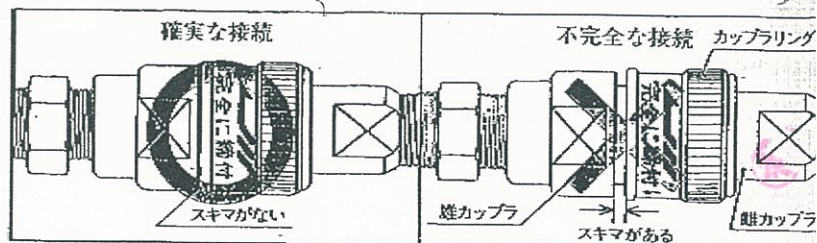

図4
4.2 カップラの接続は確実に行なって下さい。不完全な状態で使用しますと、シリングのラムが上昇したまま、下がらなくなる事があります。(図4)